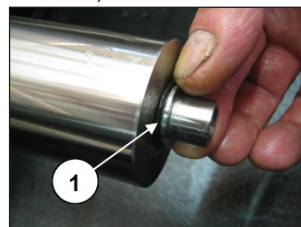

Abb. 141
Positionieren Sie den O-Ring auf der Kolbenführungsstange (Pos. ①, Abb. 141) und die Spritzschutzringe (Pos. ①, Abb. 142) mit der Auslassnut Richtung Gehäusevorderseite (Pos. ②, Abb. 142).